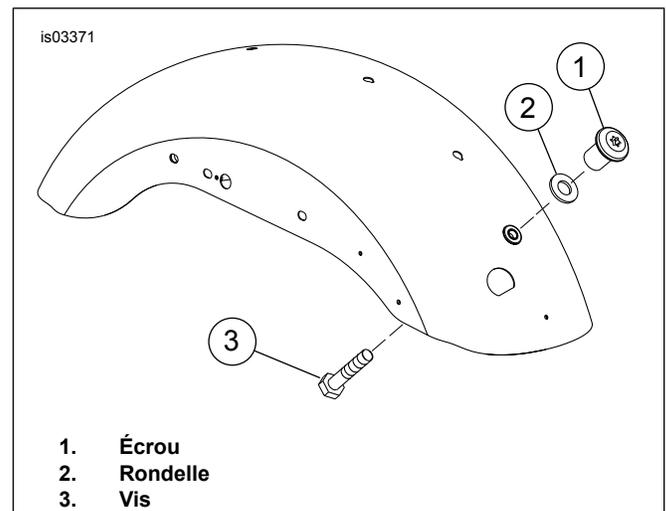

Figure 1. Visserie de trou de garde-boue avant (garde-boue de 2006 illustré)
2. Voir Figure 1. Retirer du trou de garde-boue avant et jeter la rondelle du montant de la selle (2) et la vis (3).
2. Voir Figure 1. Retirer du trou de garde-boue avant et jeter l'écrou (1), la rondelle (2) et la vis (3).